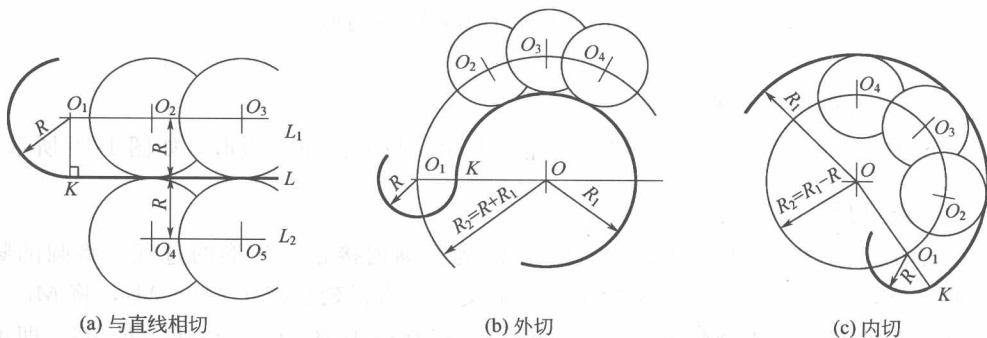

图 1-21 圆弧连接的基本作图
① 半径为 R 的圆弧与已知直线 L 相切，圆心的轨迹是距离直线 L 为 R 的两条平行线 L_1 、 L_2 。当圆心为 O_1 时，由 O_1 向直线 L 所作的垂线的垂足 K 就是切点，如图 1-21 (a) 所示。
② 半径为 R 的圆弧与已知圆弧（半径为 R_1 ）外切，圆心的轨迹是圆弧的同心圆，其半径 $R_2 = R + R_1$ 。当圆心为 O_1 时，连心线 OO_1 与已知圆弧的交点 K 就是切点，如图 1-21(b) 所示。
③ 半径为 R 的圆弧与已知圆弧（半径为 R_1 ）内切，圆心的轨迹是圆弧的同心圆，其半径 $R_2 = R - R_1$ 。当圆心为 O_1 时，连心线 OO_1 与已知圆弧的交点 K 就是切点，如图 1-21(c) 所示。